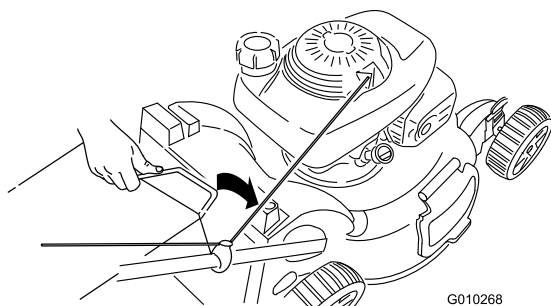

Рисунок 30
3. Вставьте ручку мешка для травы в канавки на верхней части газонокосилки (Рисунок 30).